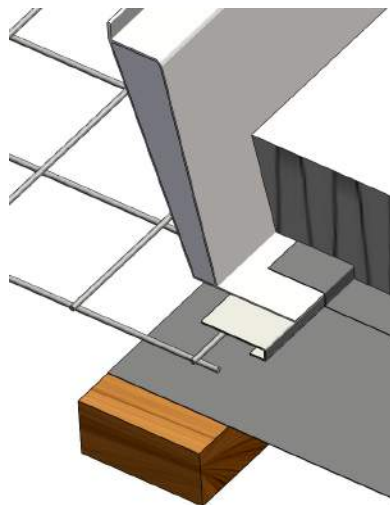

Рис. 2 Установка защитной решетки от падений на опорную конструкцию
1.3. Защитная решетка от падений устанавливается на опорную конструкцию (рис. 2). Для крепления решетки рекомендуется использовать крепежные изделия согласно таблице 1.